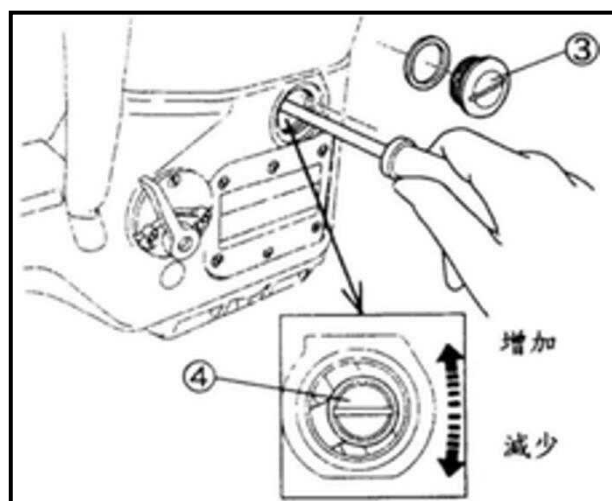

Fig.29
调整线架上的松紧度是靠螺母① -⑥ 取决于布线宽度和其它状况。(Fig. 29)
① -④ : 针的线(① : 右针, ④ : 左针)
⑤ : 上网线
⑥ : 下网线